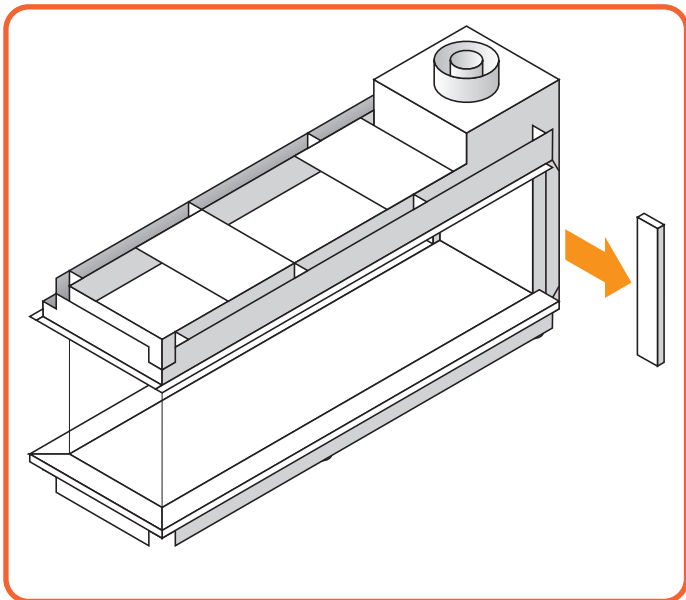

Figure 10.2 - Remove side trims
- Entfernen Sie beide Seitenverkleidungen. Sie werden durch magnetische Clips gehalten (**Abbildung 10.2**).